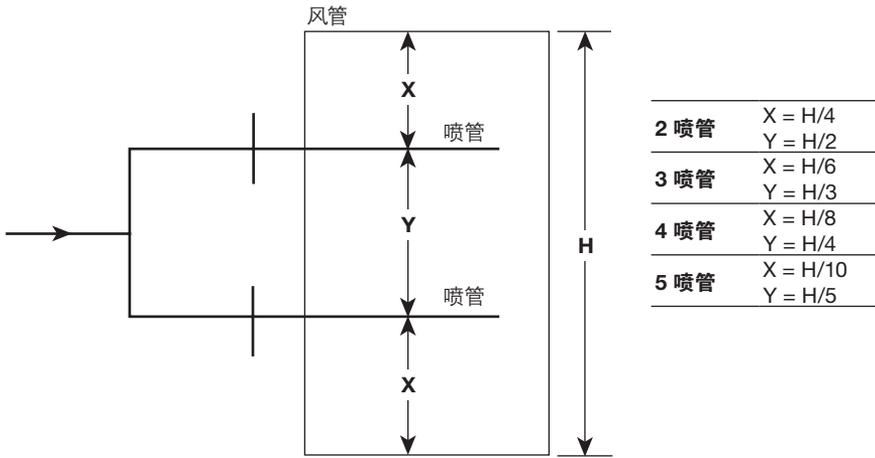

图3
- 3.2.6 对于多喷管系统，喷管需要这样布置，使得风管的垂直和水平方向上均匀布置喷嘴，如第10页图3。需要特别注意喷管主蒸汽进口的安装位置，见图5、11、12和13。
**3.3.3** 为了确保喷入风管的蒸汽能顺利冷凝，并且达到所需吸收距离最短，喷管的位置布置需要参照第10页的图3。